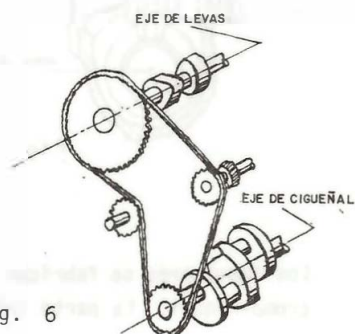

Fig. 6
- c. Con cadenas. En este caso el cigüeñal posee un engranaje y el eje de levas otro (fig. 6).